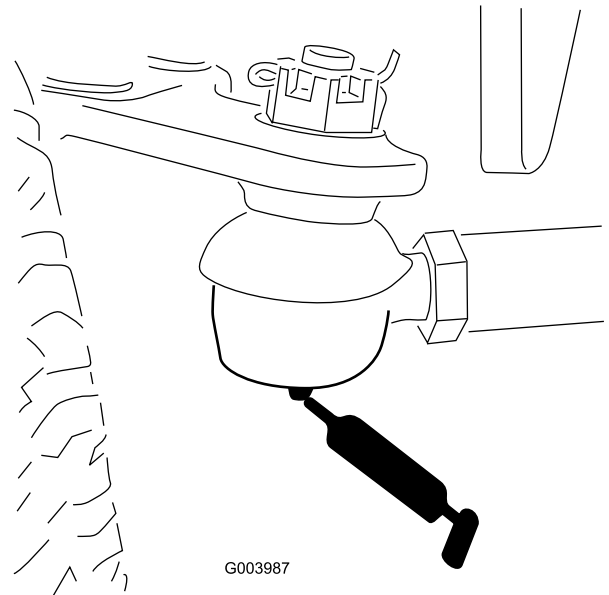

Figura 54
- Tirante del ponte posteriore (2) (Figura 54)